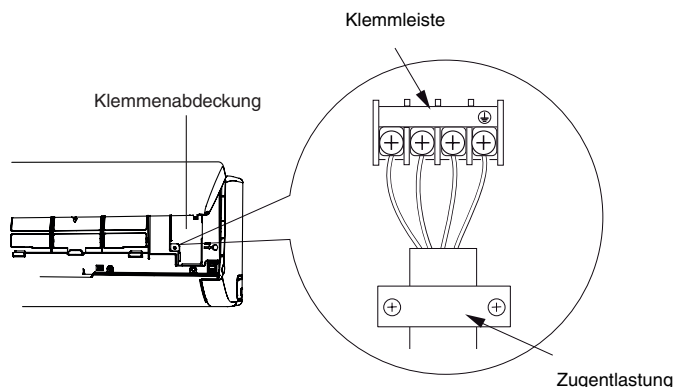

Bild 23: Elektrischer Anschluss Innengerät
- Frontblende öffnen. (siehe Bild 23)